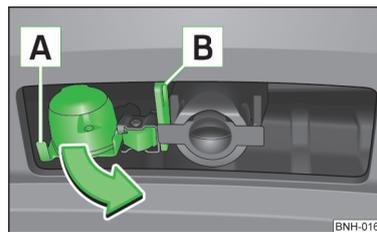

Fig. 108
- Afferrare la presa a 13 poli sulla maniglia **A** e piegarla in direzione della freccia » fig. 108.
- Afferrare la presa a 13 poli sulla maniglia **A** e piegarla in direzione opposta a quella della freccia » fig. 108.
L'occhiello di fissaggio **B** » fig. 108 serve a collegare il cavo a strappo del rimorchio.